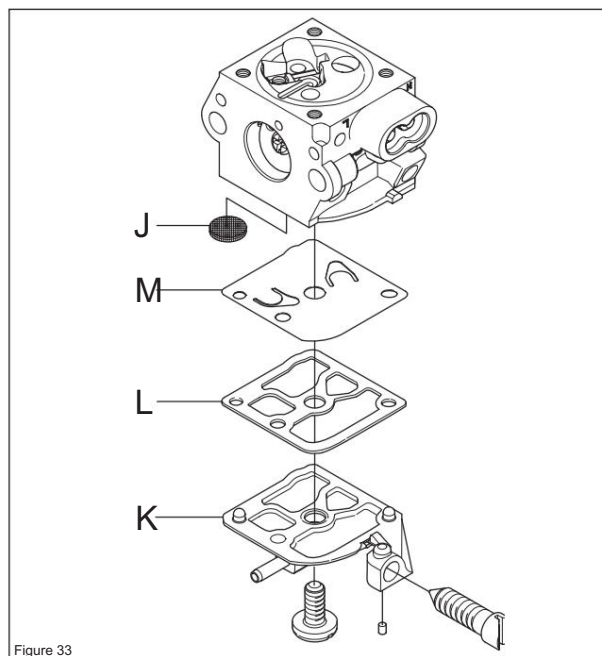

Figure 33
3. Montez le filtre à carburant (J) à l'aide du manche d'un petit tournevis. (voir figure 33)
4. Montez la membrane de la pompe (M), le joint (L) et le couvercle (K) sur l'unité de pompe. (voir figure 33)